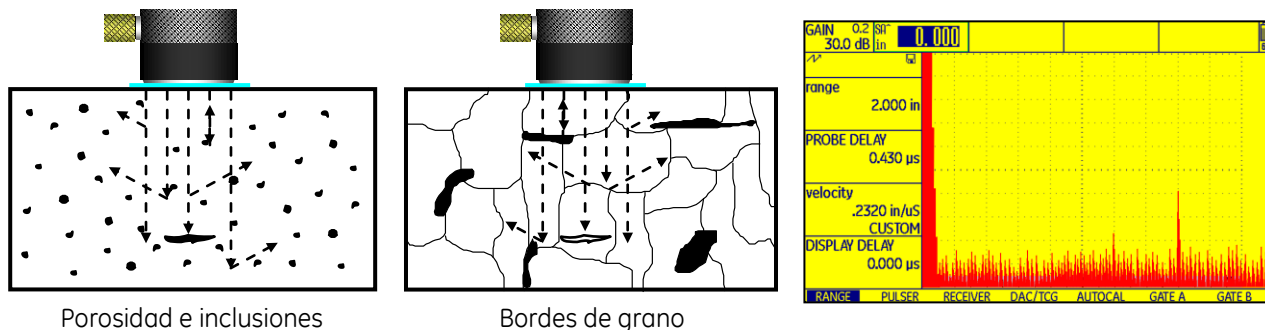

Figura No. 74: Relación señal – ruido
4. Estructura interna de la pieza – Como sabemos, las discontinuidades inherentes de la pieza inspeccionada y los bordes de grano pueden producir dispersión de la onda ultrasónica, esto reduce la energía disponible para la detección de discontinuidades y, como consecuencia, la amplitud de sus indicaciones y, además, produce señales en la pantalla del instrumento conocidas como “ruido” o “pasta”, que causan interferencia (relación señal–ruido: es la relación entre la amplitud de una indicación de discontinuidad y la amplitud máxima del ruido de fondo), ver figura No. 74. Como ya se mencionó, el problema es mayor cuando se incrementa la frecuencia y es más notable en materiales con estructura de grano grande.